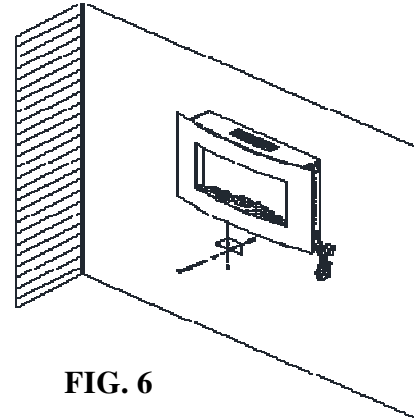

FIG. 6
7. Evitare di spostare il caminetto e fissarlo bene alla parete (Fig. 6).